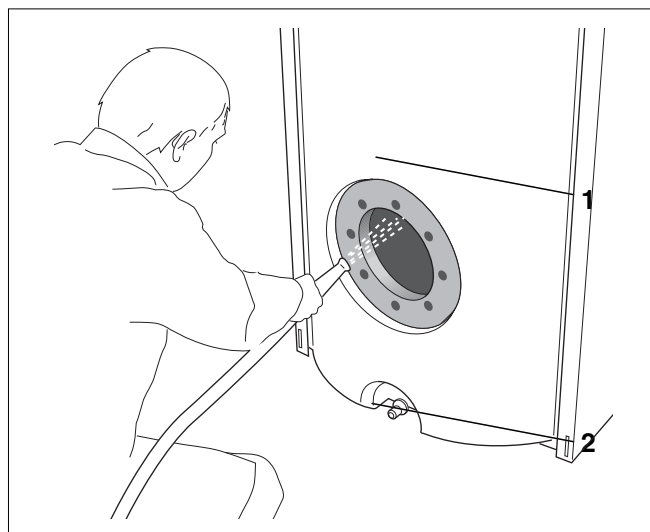

Fig. 15 Rincer le préparateur
- Rincez l'intérieur du préparateur avec un jet d'eau froide "puissant" (surpression env. 4 – 5 bar) (fig. 15).